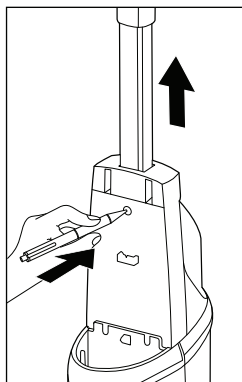

Fig. 2
► Se si desidera rimuovere nuovamente l'estremità superiore **1** dall'apparecchio, per prima cosa bisogna togliere il contenitore dell'acqua pulita **11** dall'apparecchio per accedere al dispositivo di bloccaggio dell'estremità superiore **1** (vedere capitolo **Riempimento del contenitore dell'acqua pulita**). Dopo aver tolto il contenitore dell'acqua pulita **11**, premere il dispositivo di bloccaggio dell'estremità superiore **1** fuori dall'apertura di innesto con un oggetto appuntito. Poi si può estrarre nuovamente l'estremità superiore **1** dall'apparecchio (vedere fig. 2).